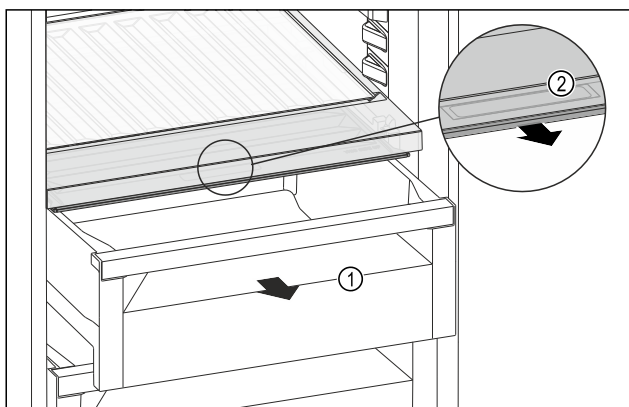

Fig. 183
- ▶ Zásuvku Fig. 183 (1) vytáhněte.
- ▶ Uchopte prohlubeň pro rukojeť Fig. 183 (2) na víku zásuvky a současně zatáhněte za víko zásuvky směrem dopředu.